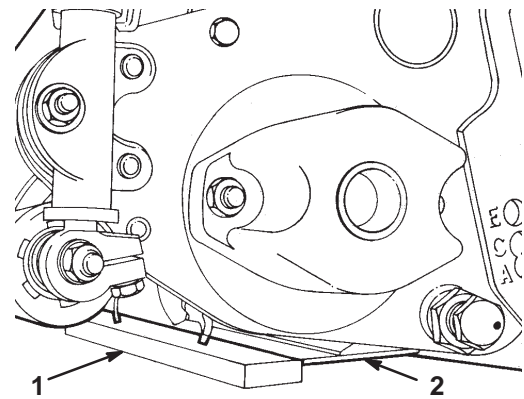

Bild 5
- Stellen Sie eine 6,4 mm oder dickere Platte unter die Spindelmesser und gegen die Vorderkante des Untermessers (Bild 5).